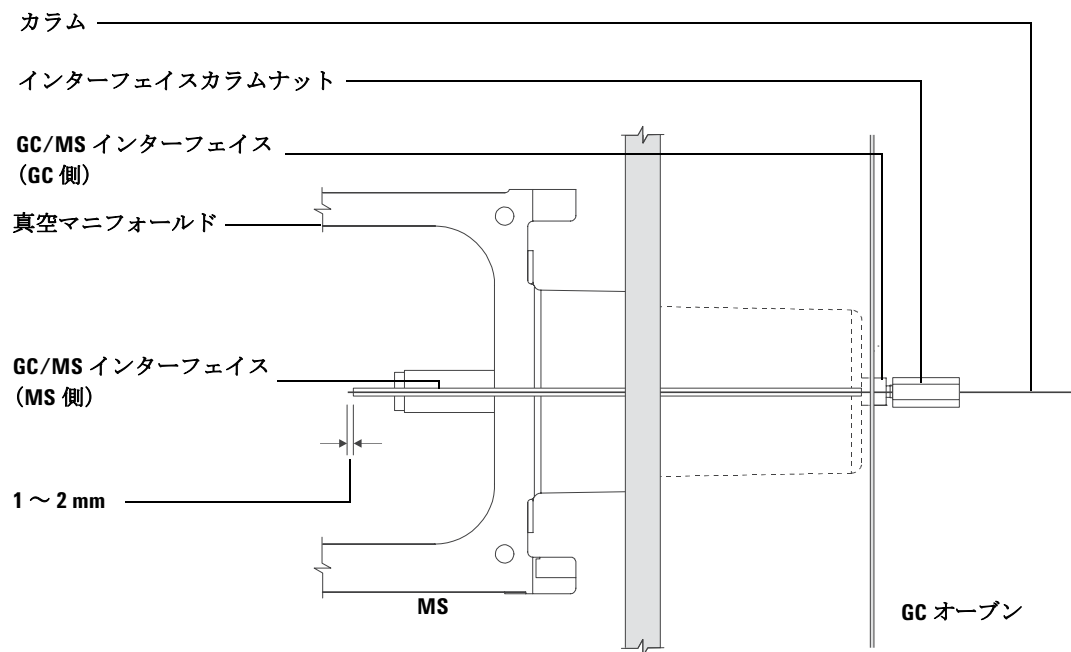

図 4 GC/MS インターフェイスへのキャピラリカラムの取り付け
- 7 GC/MS インターフェイスにカラムを挿入してください (図 4)。カラムをインターフェイスの端から 1 ~ 2 mm 突き出すように調整します。